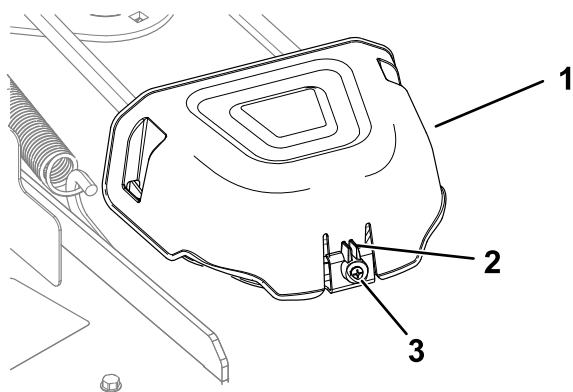

Рисунок 53
5. Ослабьте винт и нажмите внутрь на выступ в кожухе, чтобы снять кожухи шкива (Рисунок 53)